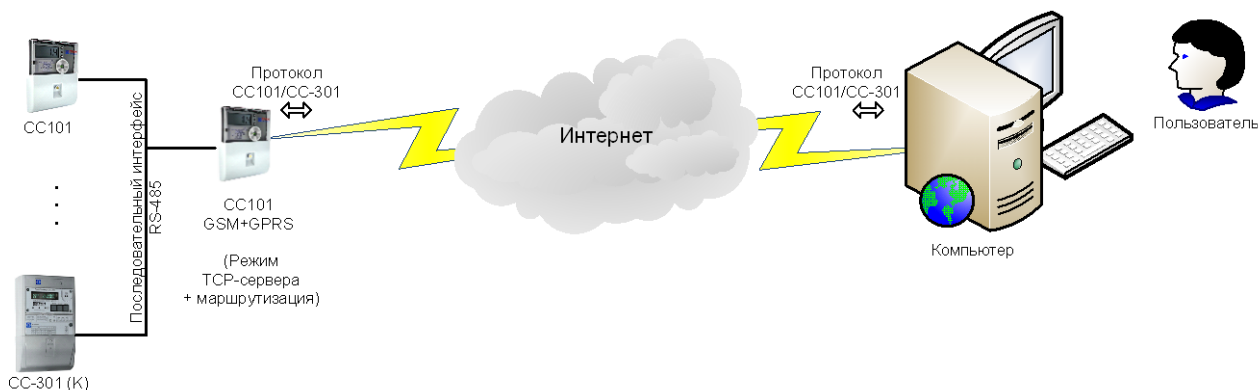

Рисунок 2.12. Считывание показаний и управление счетчиками через сеть Интернет
2.12 Пользователь выбирает и считывает показания нескольких счетчиков на компьютер, подключенный к прибору с GSM-модемом через сеть Интернет (Рисунок 2.12). В этом варианте основной последовательный интерфейс RS-485 подключен к магистрали с дополнительными приборами, а модуль расширения «GSM/GPRS контроллер» внутри счетчика работает в режиме TCP-сервера и маршрутизации на основной интерфейс. Максимально допустимое расстояние до приборов ограничено только наличием доступа компьютера к сети Интернет, а счетчика с GSM-модемом – к сети оператора связи GSM/GPRS. В программе на компьютере можно осуществлять выбор, автоматическое считывание и сохранение показаний в базе данных, формирование отчетов, управление счетчиками и т.д.